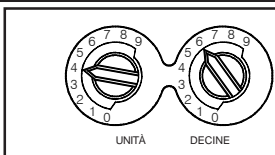

Figura 1: selettori rotativi di indirizzo
1. Impostare l'indirizzo del sensore (vedi Figura 1) ruotando con un cacciavite i 2 selettori e scegliendo l'indirizzo desiderato tra 01 e 99. Scrivere l'indirizzo scelto sull'apposita etichetta posta sulla base.